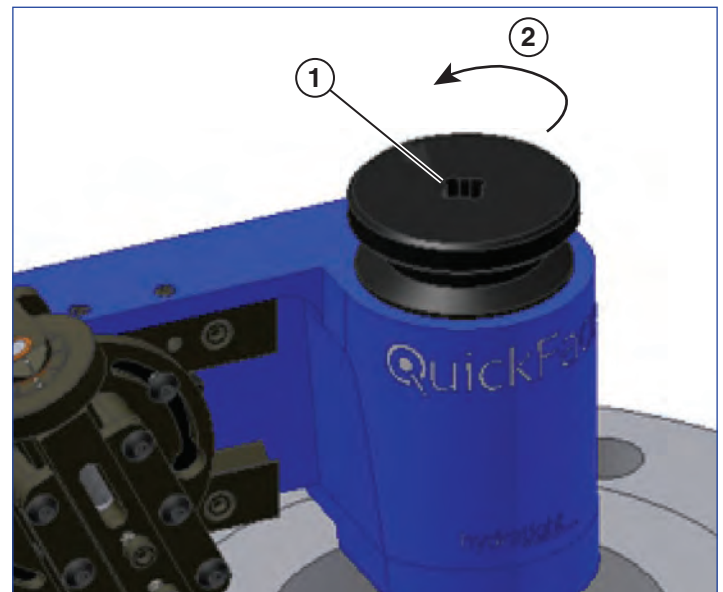

Figura 15
11. Se la superficie risponde ai risultati desiderati, rimuovere la macchina girando la manopola di bloccaggio del mandrino in senso anti-orario (**vedere la Figura 15**). Se la superficie necessita di essere tagliata di nuovo, ripetere i passi da 4 fino ad 11 fino a che sia completata.